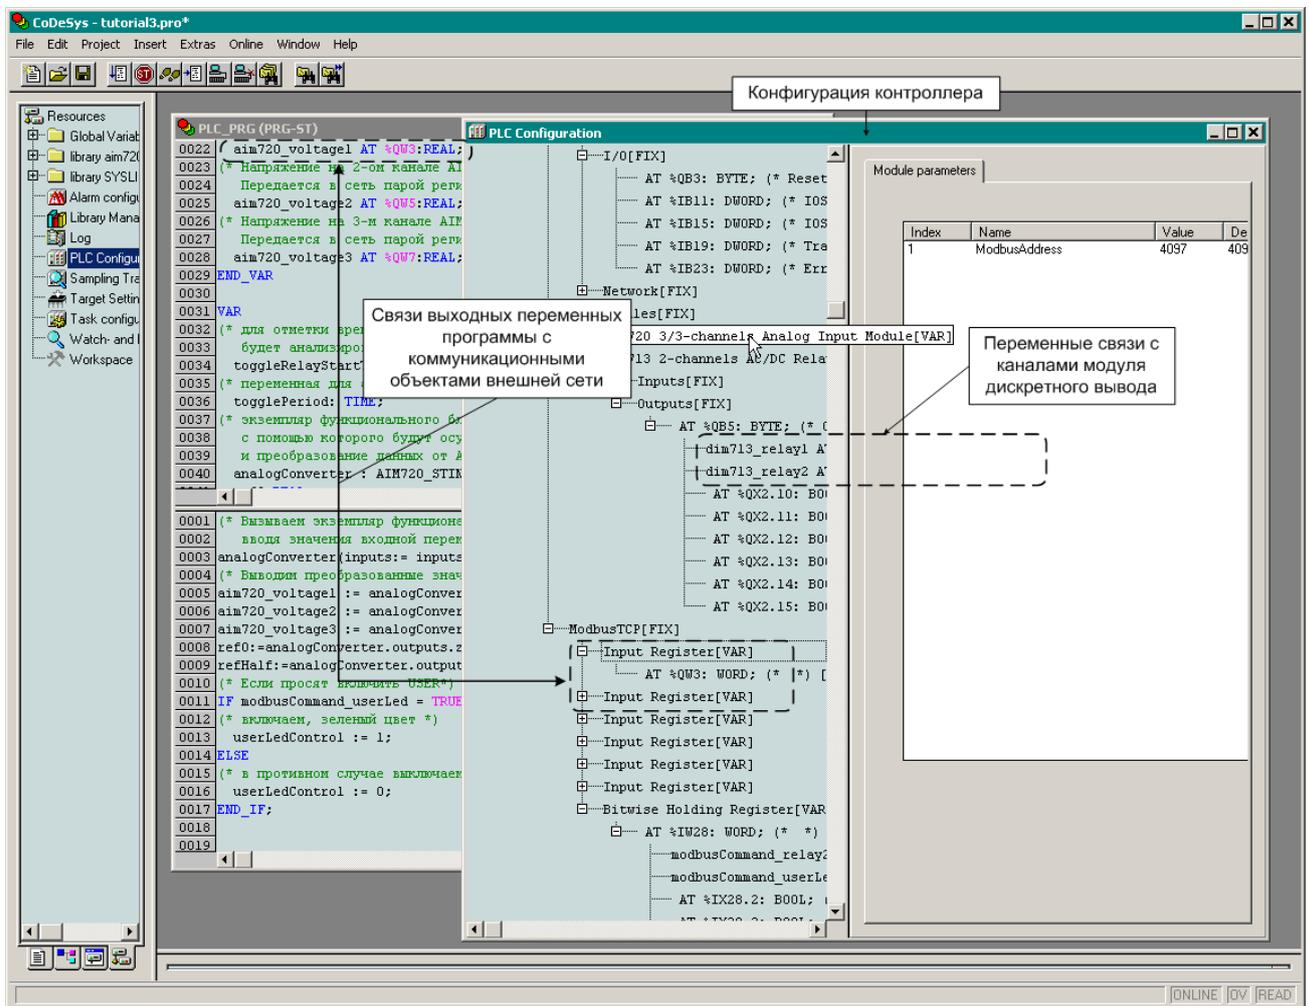

Рис. 10. Конфигурация контроллера
5. Конфигурация контроллера, состоящая из множества описаний модулей ввода-вывода и коммуникационных объектов внешней сети, которые должны использоваться системой исполнения контроллера во время работы приложения. Конфигурация контроллера определяется в окне ресурса **PLC Configuration** проекта CoDeSys, внешний вид которого представлен на рис. 10. В конфигурации, помимо описаний объектов разных подсистем контроллера, определяется структура образа процесса, а также могут быть объявлены символьные адреса каналов ввода-вывода для последующего использования в приложении. Кроме того, в конфигурации определяются значения различных параметров подсистем контроллера, и имеются каналы доступа к диагностической информации о работе подсистем.